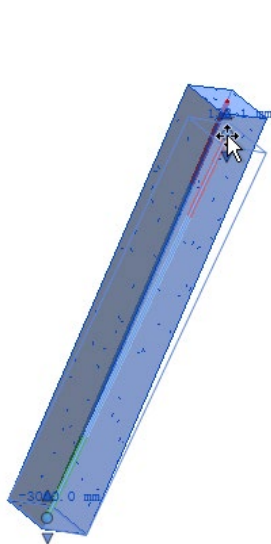

图 5-21 拖曳垂直箭头
(4) 在“属性”选项板中更改“柱样式”为“倾斜一端点控制”，在端点控制结构柱的两端，垂直箭头控制点显示为蓝色箭头，拖曳此控制点可调整柱顶部或底部的高程。柱端点仅会沿垂直方向移动，如图 5-21 所示。